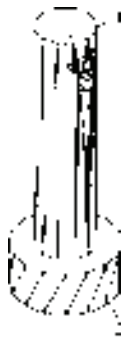

图 10-92 差集处理
消隐后结果如图 10-92 所示。
⑤ 单击“修改”工具栏中的“倒角”按钮, 对图 10-92 所示的 1, 2 两条边线进行倒角处理, 命令行提示与操作如下。
选择第一条直线或 [放弃(U)/多段线(P)/距离(D)/角度(A)/修剪(T)/方式(E)/多个(M): (选择图 10-92 所示的边线 1)
选择边或 [环(L)]: (选择图 10-92 所示的边线 1)
选择第一条直线或 [放弃(U)/多段线(P)/距离(D)/角度(A)/修剪(T)/方式(E)/多个(M): (选择图 10-92 所示的边线 2)
选择边或 [环(L)]: (选择图 10-92 所示的边线 2)